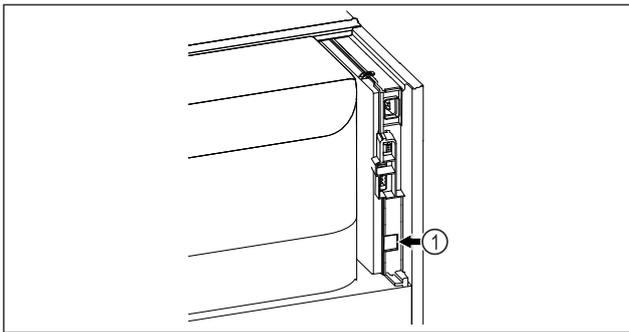

Fig. 47
- SmartModule Fig. 47 (1) ist eingesetzt.